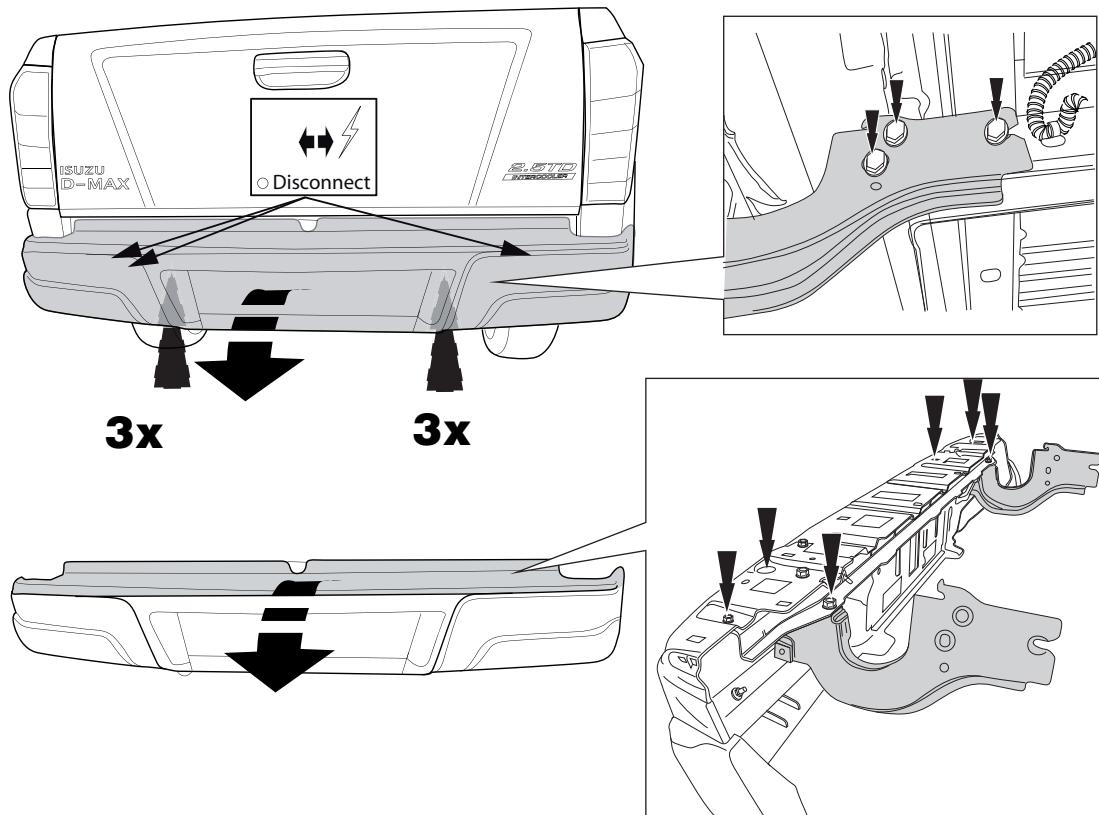

Fig. 1
- Снять пластмассовый корпус с бампера. См. рисунок 1.